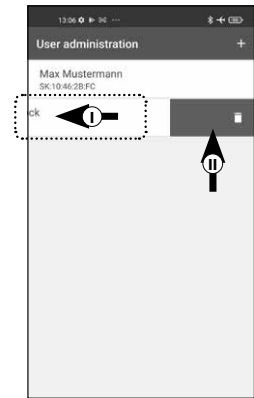

Abb. 91
- 4 Sie sehen die Liste mit angelegten Benutzern. Wischen Sie den Eintrag des Benutzers, den Sie löschen wollen, nach links (I) und tippen Sie auf das rechts erscheinende „*LÖSCHEN*“-Feld (II) (Abb. 91).